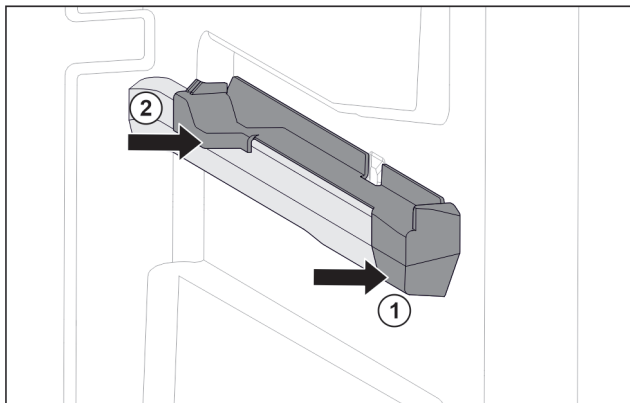

Fig. 80 Aufsteckteil auf der rechten Behälterrippe
- ▶ Aufsteckteil vorne an Behälterrippe ansetzen. Fig. 80 (1)
- ▶ Aufsteckteil hinten andrücken. Fig. 80 (2)